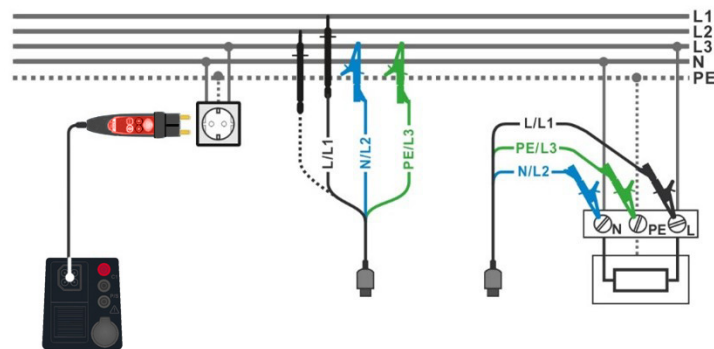

Abbildung 7.37: Messung der Leitungsimpedanz zwischen L-N oder L-L. Anschluss des Commander-Prüfsteckers und der 3-Leiter-Prüfleitung
- Schließen Sie die 3-Leiter-Prüfleitung oder den Commander-Prüfstecker am Prüfobjekt an, siehe **Abbildung 7.37**.